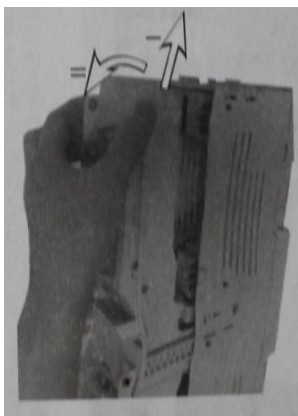

Рис.4 Снятие держателя запобужника из блок-рубильника.
2. Снять держатель предохранителя с блок-рубильника Рис. 4